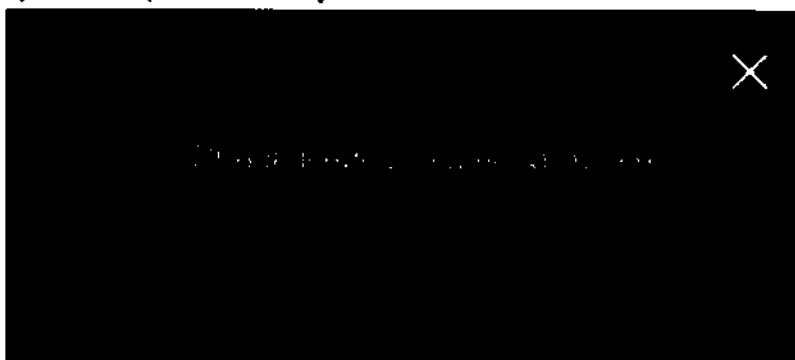

Рис.13.3 – Успешное обновление ПО
13.8. После нажатия кнопки «Ок» программа закроется и через несколько секунд откроется снова. Для входа в главное меню введите код «0000». При успешном обновлении будет показано следующее сообщение как на рис.13.3.